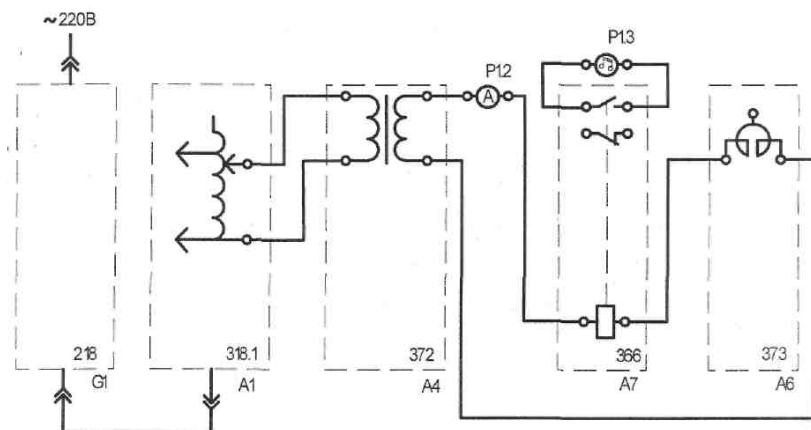

Рис. 1.1. Электрическая схема соединений для определения коэффициента возврата электромагнитного реле переменного тока
2. Электрическая схема соединений показана на рис. 1.1.